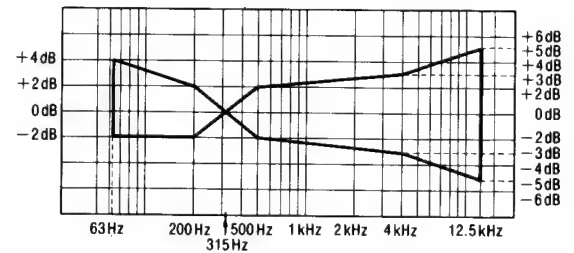

Abb. 2
2. Überprüfen, ob der Frequenzgang innerhalb des in Abb. 2 für den linken und rechten Kanal gezeigten Bereichs liegt.